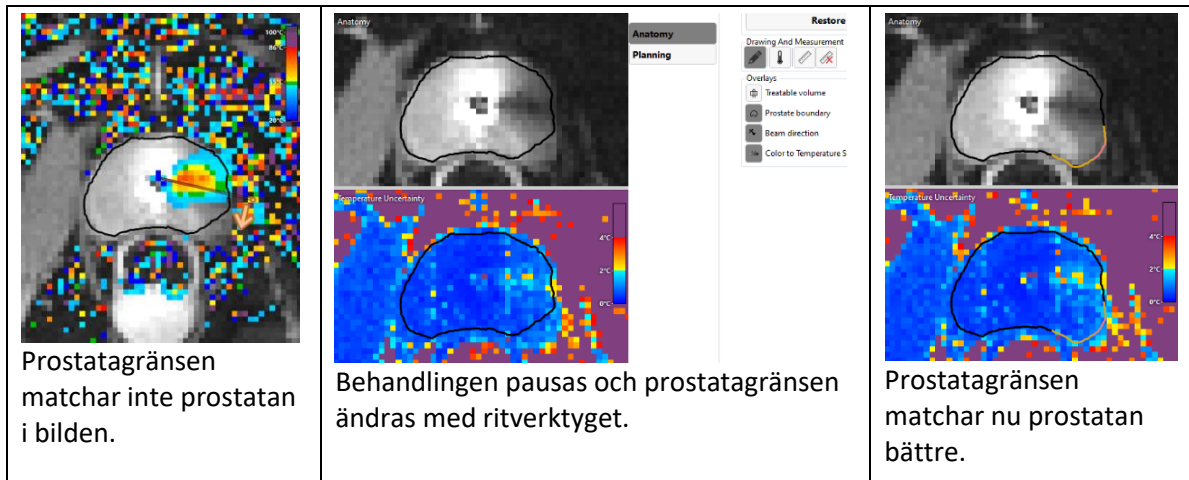

Bild 61: Redigering av prostatagränsen
3. Klicka på ritverktyget. På behandlingskonsolen visas en ny ruta med konturen för prostatagränskonturen och temperaturosäkerheten för det valda snittet (*Bild 61*).